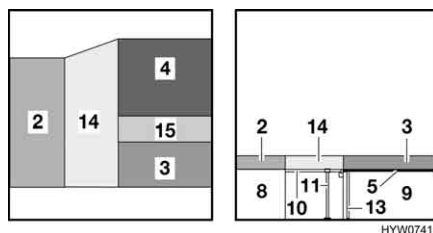

Fig. 104 Dopo la trasformazione
- Collocare il cuscino dello schienale (Fig. 104,3) dei sedili centrali sul piano del tavolo.
- Piazzare il cuscino aggiuntivo piccolo (Fig. 104,15) tra il cuscino del divano (Fig. 104,4) e il cuscino dello schienale (Fig. 104,3).
- Appoggiare il cuscino aggiuntivo grande (Fig. 104,14) sulla prolunga del cassone letto.